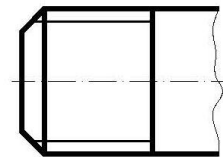

Рис. 3
+a. Рис. 1 и Рис. 3
b. Рис. 2 и Рис. 3